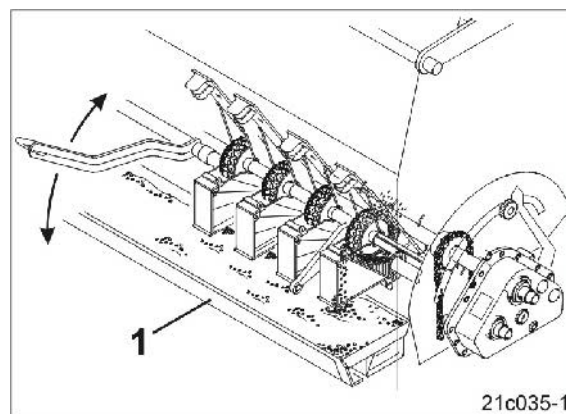

図 126
4. キャリブレーショントレイ (図 126/1) は漏斗のバーの上に置いてください。